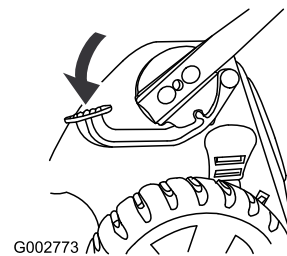

Bild 51
1. Treten Sie auf das Pedal und halten Sie es gedrückt (Bild 51).